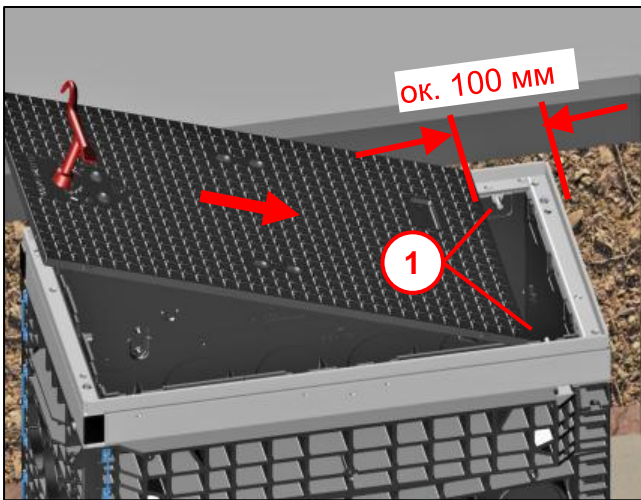

Рис. 28
- Приподнять крышку колодца (2) подходящим подъемным инструментом (1) и установить на стальную раму (3).
- Для этого действовать, как показано на Рис. 28!